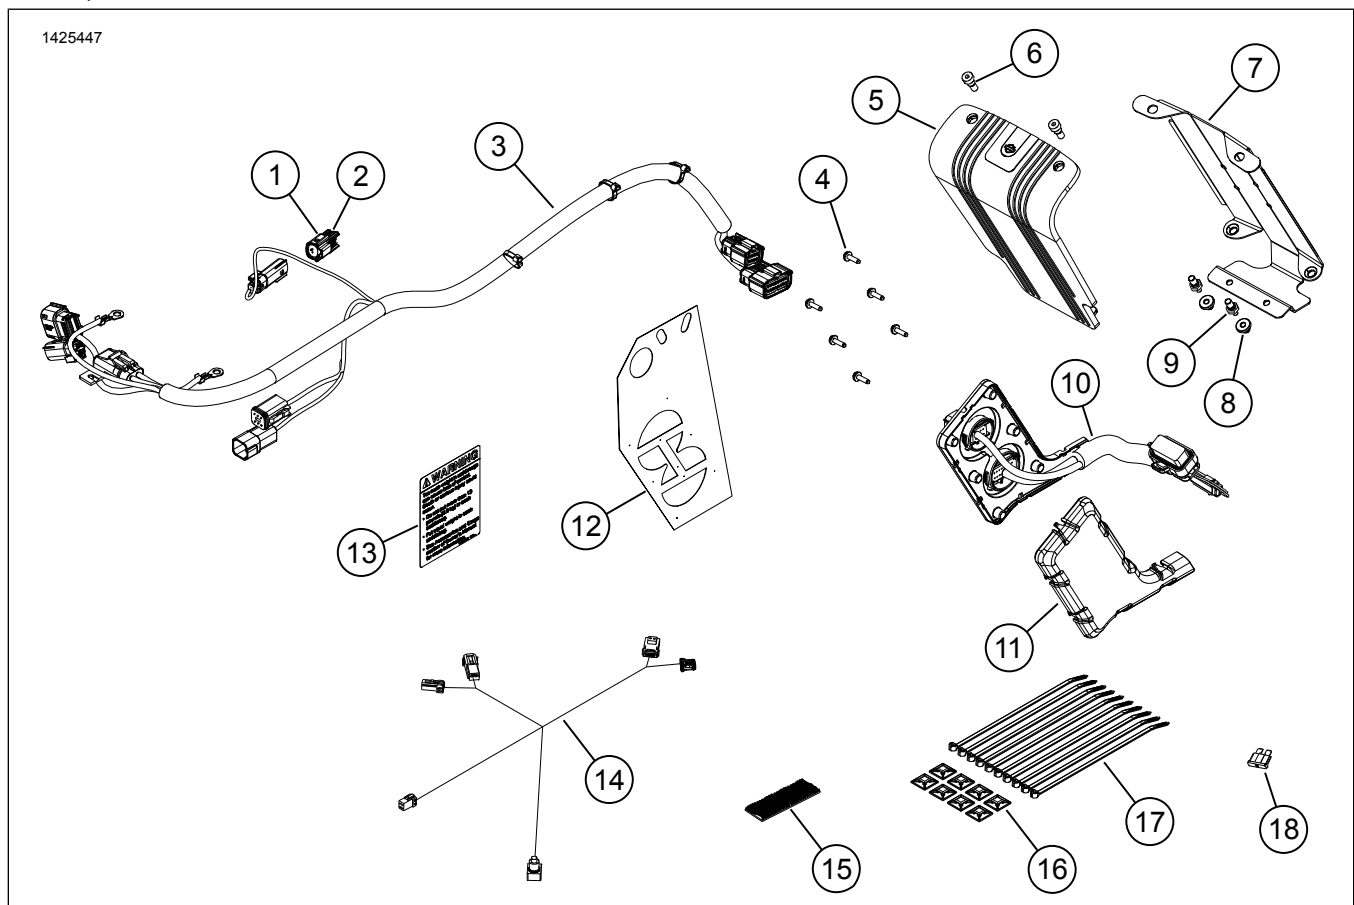

Figura 1. Componente de service: Kit amplificator primar
3. A se vedea figura 1. Montați eticheta privind capacitatea pentru desagă (13).